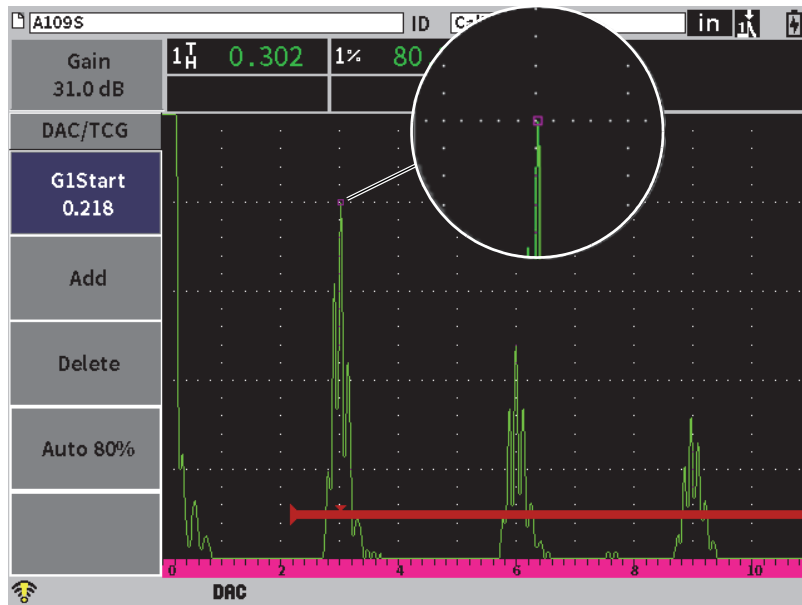

Abbildung 11-4 Erster DAC-Punkt
2. Drücken Sie Tab, um **Hinzu** hervorzuheben und drücken Sie dann Enter, um den ersten Punkt hinzuzufügen (siehe Abbildung 11-4 auf Seite 183).